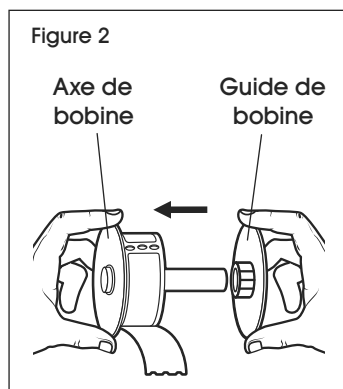

Figure 2
4. Tenez l'axe de la bobine dans la main gauche et placez le rouleau à étiquettes sur la bobine de manière à ce que les étiquettes se déroulent par le bas. Le côté gauche du rouleau d'étiquettes doit s'appuyer fermement contre le côté de la bobine. (Voir Figure 2)
5. Faites glisser le guide de bobine sur le côté droit de la bobine et pressez fermement contre le côté du rouleau d'étiquettes pour éliminer tout espace entre le rouleau et la bobine. (Voir Figure 2)